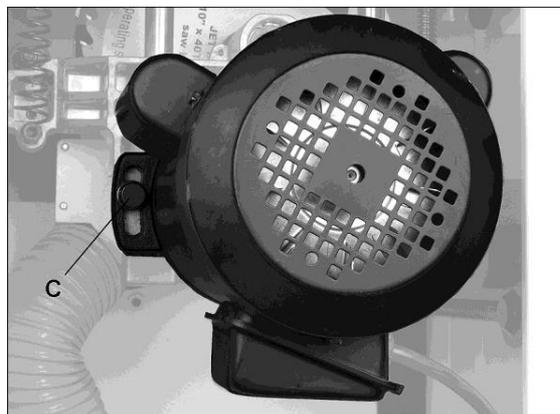

Рис. 7-11
2. Ослабьте болт (C, Рис. 7-11) в пазу кронштейна двигателя. При необходимости также слегка ослабьте шестигранную гайку с противоположной стороны кронштейна.